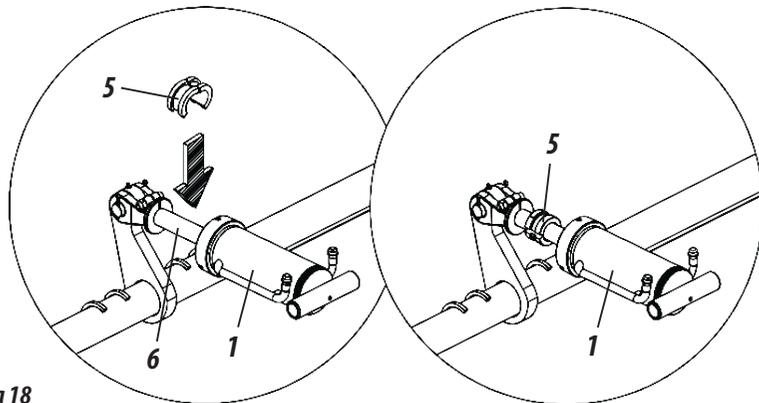

Figura 18
- 4- Luego, antes de bajar el cilindro hidráulico (1), coloque los anillos limitadores (5) en las varillas (6) de los cilindros, esto evitará que el peso suspendido de las líneas sea mayor, **como se muestra en la Figura 18.**
- 5- Para ajustar el nuevo espaciado, aflojar los tornillos (1), soltando los